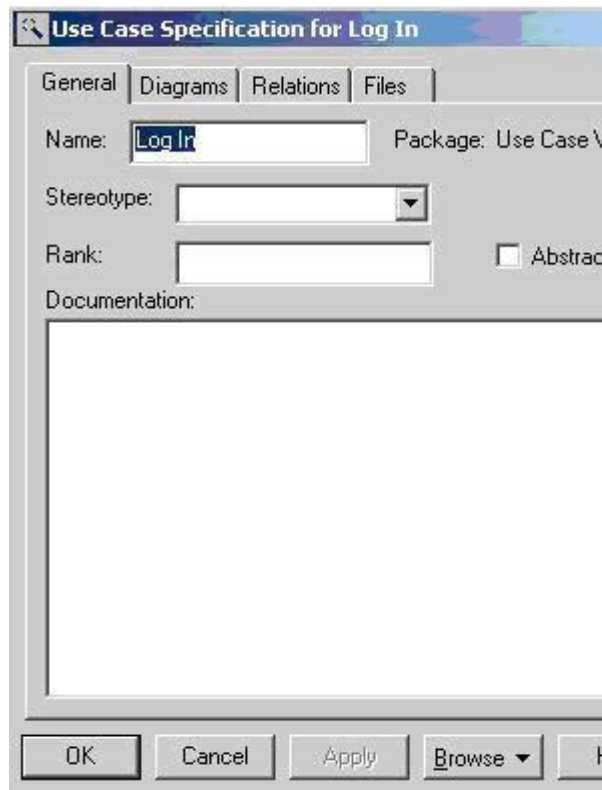

Рис. 2. Окно спецификаций
- *окно спецификации* – позволяет задавать характеристики элемента диаграммы (рис.2);